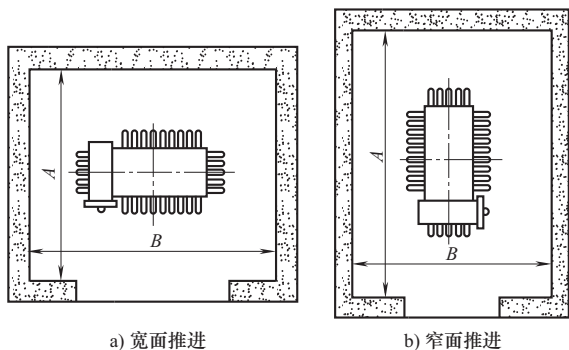

图 3-6 变压器室推进示意图
(2) 变压器就位时, 其方位和距墙尺寸应符合要求。
(3) 变压器基础轨道应水平, 轨距与轮距相配合。室外一般在平台上或杆上组装槽钢架。有滚轮的变压器轮子应转动灵活。装有气体继电器的变压器安装时, 气体继电器侧应有沿气流方向 $1\% \sim 1.5\%$ 的升高坡度 (厂家规定不要求坡度的除外), 以使油箱中产生的气体易于流入继电器。
(4) 变压器宽面推进时, 低压侧应向外; 窄面推进时, 储油柜一侧向外, 如图 3-6 所示。在装有开关的情况下, 操作方向应留有 1200mm 以上的宽度。
(5) 变压器的安装应采取抗振措施。